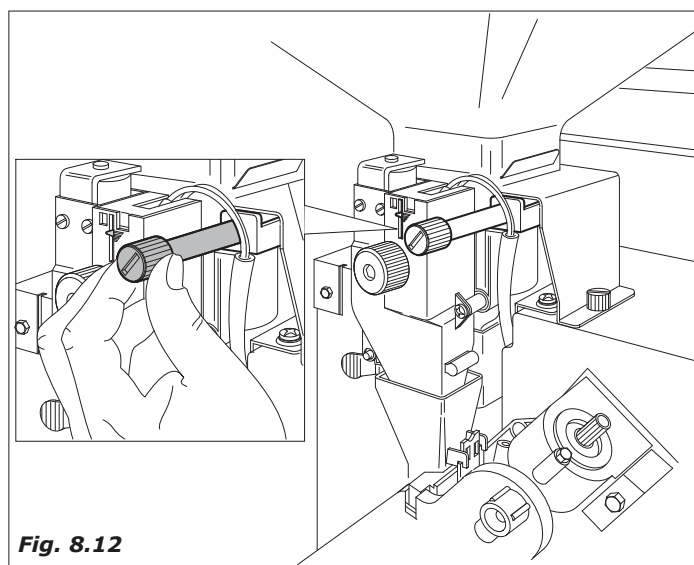

Fig. 8.12
- **Réglage du degré de mouture.** Tourner la vis (Fig.8.12) afin d'obtenir les résultats souhaités.